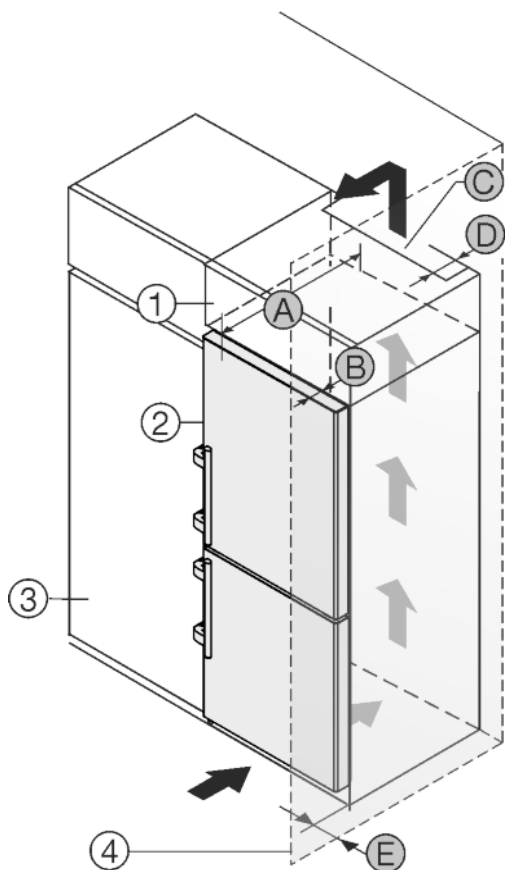

Fig. 13
Urządzenie może zostać obudowane szafkami kuchennymi. Aby dopasować urządzenie Fig. 13 (2) do wysokości ciągu szafek kuchennych, można nad urządzeniem umieścić szafkę nasadzaną Fig. 13 (1).
Urządzenie można ustawić bezpośrednio obok szafki kuchennej Fig. 13 (3). By móc całkowicie otworzyć drzwi, urządzenie musi wystawać przynajmniej o głębokość Fig. 13 (B) za front szafki kuchennej. W zależności od głębokości szafek kuchennych oraz od zastosowania elementów dystansowych urządzenie może wystawać jeszcze bardziej.
- Na tylnej ścianie szafki nasadzonej wymagany jest wywiewny kanał wentylacyjny o głębokości Fig. 13 (D) na całej szerokości szafki.
- Pod sufitem pomieszczenia należy zachować przekrój wentylacyjny Fig. 13 (C).
Jeżeli urządzenie będzie ustawiane z zawiasami do ściany Fig. 13 (4), to pomiędzy urządzeniem i ścianą należy zachować odstęp Fig. 13 (E). Na taką odległość wystaje klamka przy otwartych drzwiach.